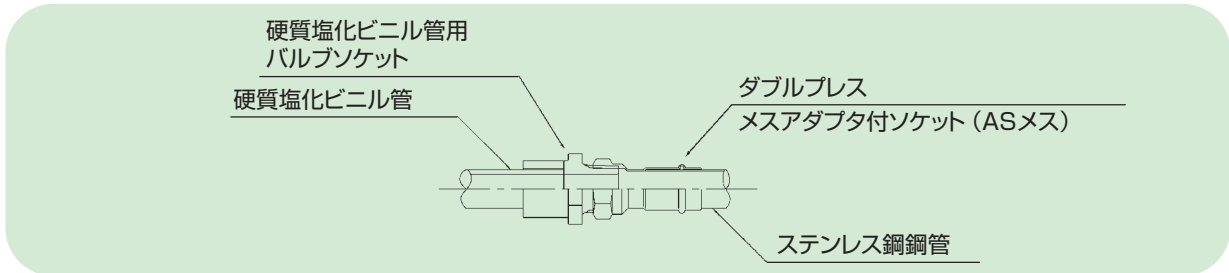

図2-10-5 硬質塩化ビニル管とのねじ接合
(3) 硬質塩化ビニル管との接合方法
- 硬質塩化ビニル管用バルブソケット、メスアダプタ付ソケット(ASメス)でねじ接合します。(図2-10-5)